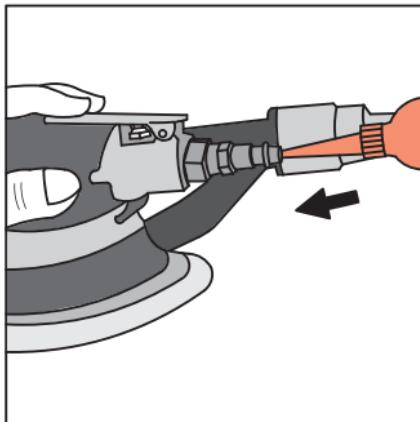

Рисунок 9 – Смазка
- При помощи маслёнки добавьте несколько капель масла для пневмосистем в машинку непосредственно через входное отверстие шлифмашины (рис. 9).